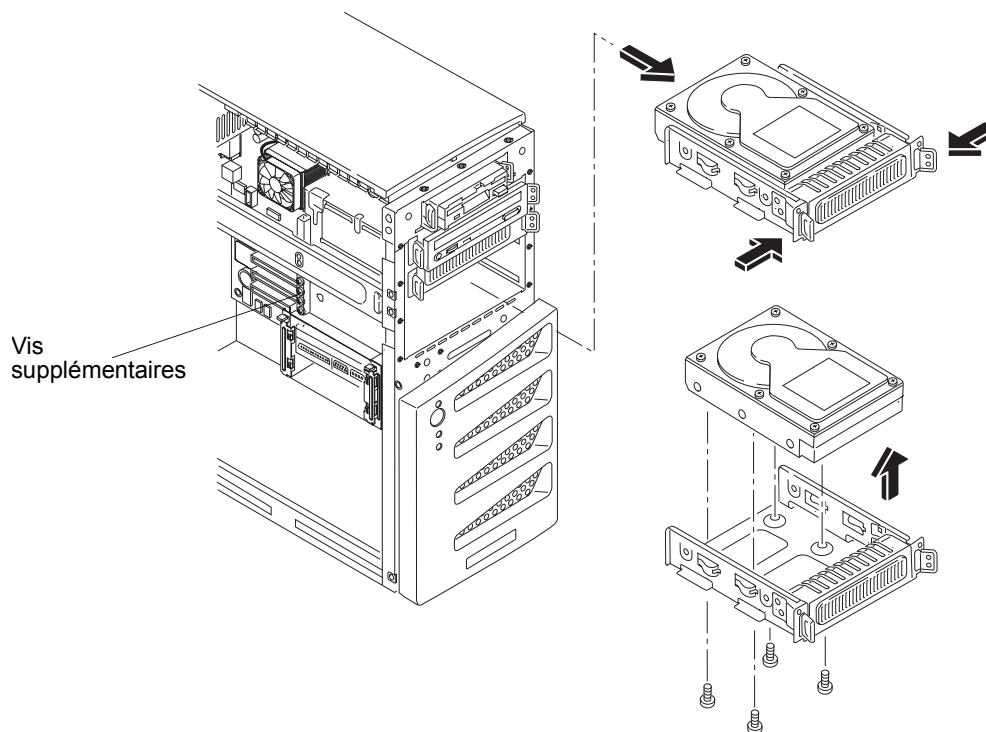

Figure 3-9. Installation d'un disque dur (monté dans un berceau)
Voir la *Figure 3-9*.
- b. Insérez l'ensemble disque dur/berceau dans le quatrième compartiment. Voir la *Figure 3-9*.